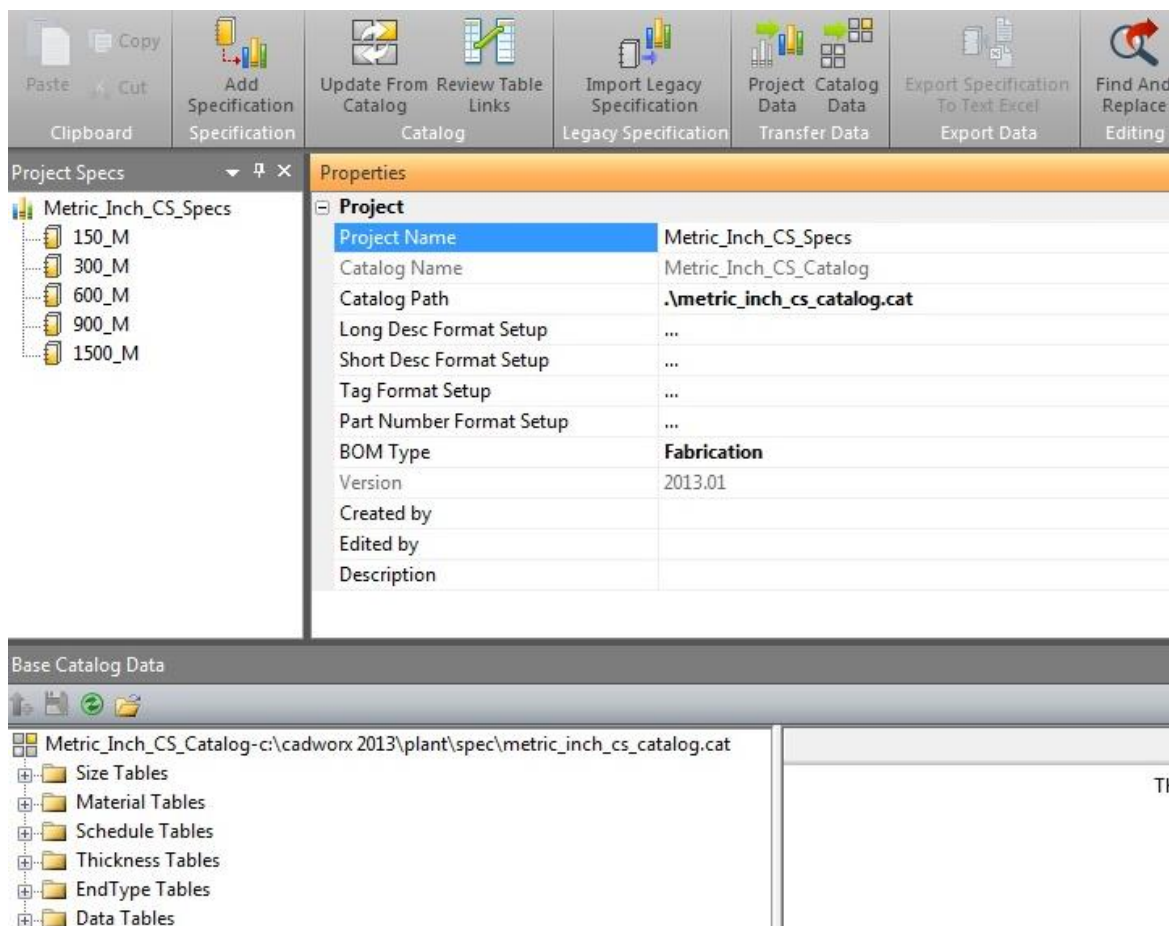

Figura 4. Cuadro de diálogo
- Se despliega un cuadro de diálogo similar a figura 4.